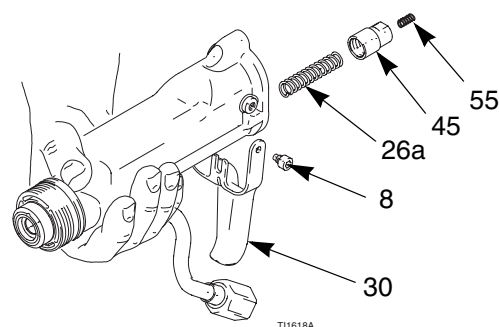
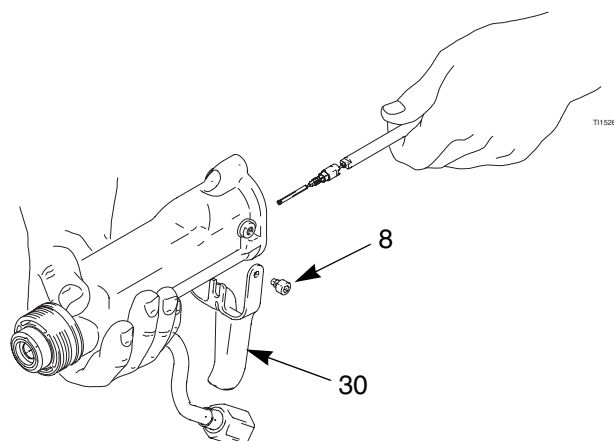
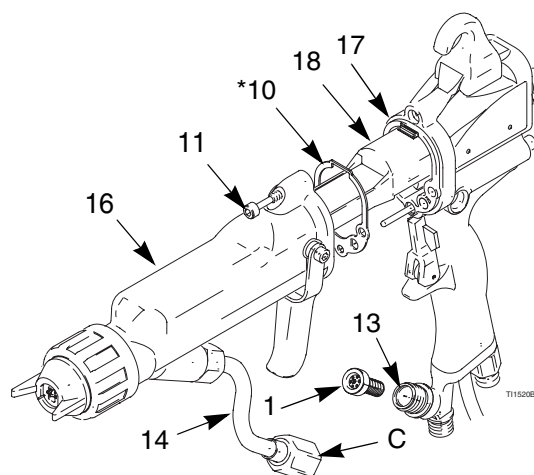

Fig. 13 Chapeau du ressort et ressorts
Fig. 14 Remplacement du pointeau produit
Fig. 17 Remontage du canon
3. Retirer le canon (16), page 32.
4. Retirer les vis de fixation (8) et la gâchette (30).
5. Retirer le chapeau du ressort (45) et le ressort (26a) du canon. Voir FIG. 13.
6. Placer la clé à pipe de 2 mm (44) à l'arrière de l'ensemble pointeau produit. Pousser l'outil à l'intérieur et tourner dans le sens antihoraire d'environ 12 tours complets pour dévisser le pointeau.
7. À l'aide de l'outil en U (37), tirer sur l'écrou du presse-étoupe (N) pour extraire le pointeau produit complet. Voir FIG. 14
1. S'assurer que le joint (10*, FIG. 17) et le ressort de mise à la terre (55, FIG. 13) sont bien en place et que les orifices d'air du joint sont correctement alignés. Les remplacer en cas de détérioration.
2. Enfiler le canon (16) sur le bloc d'alimentation (18) et l'emboîter sur la crosse du pistolet (17).
3. Resserrer les trois vis (11) alternativement et uniformément (environ 1/2 tour après serrage au contact).